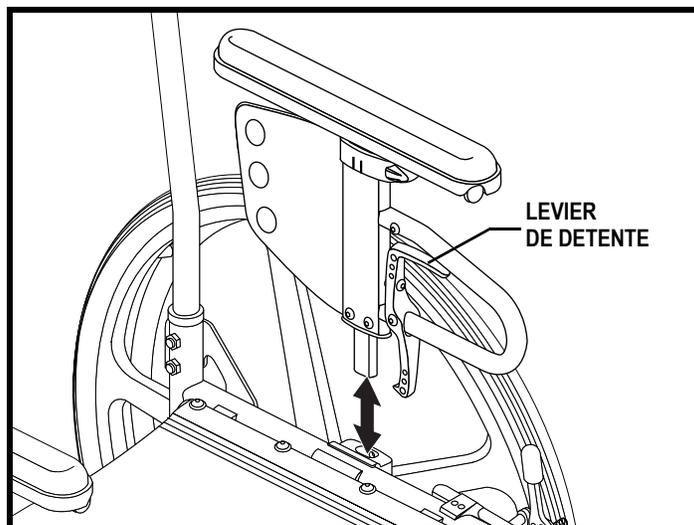

Figure 32. Enlèvement des accoudoirs
1. Comprimez le loquet d'accoudoir. Voir la figure 32.